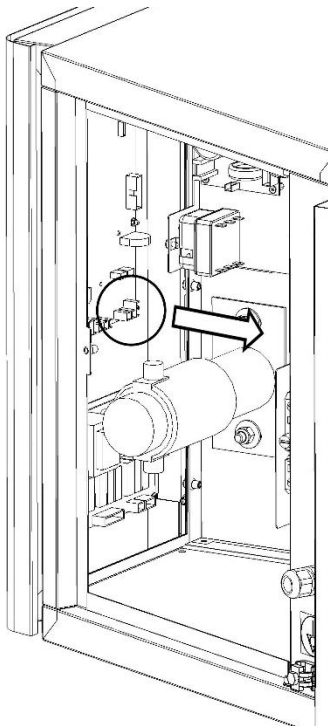

Fig.14A
4. Die elektrischen Anschlüsse an der Basiskarte (Abb. 14A) trennen.